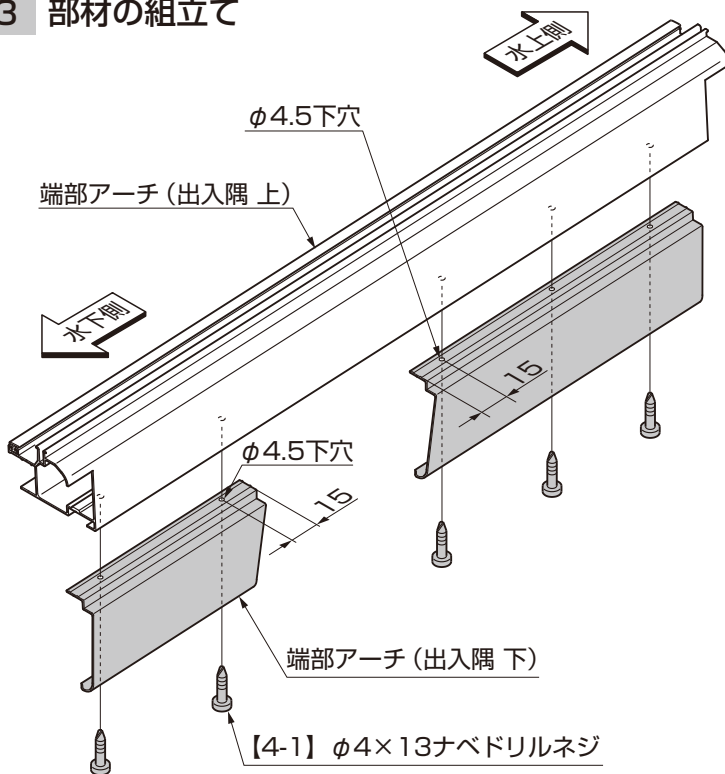

図2-2
- ①φ4.5の下穴を端部アーチ (出入隅 下) にあけてください。(図2-2参照)
- ②端部アーチ (出入隅 下) を端部アーチ (出入隅 上) に【4-1】で取付けてください。